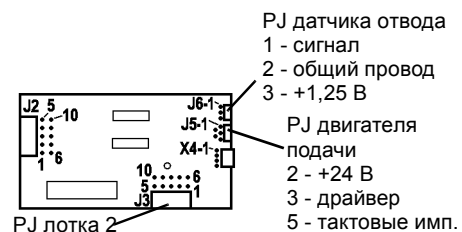

Рисунок 6 PWB управления лотка 1
Измерьте напряжение на контакте J5-3 PWB управления лотка 1 (Рисунок 6).
- Измерьте напряжение на контакте J6-1 PWB управления лотка 1 (Рисунок 6), активируя и деактивируя датчик отвода от лотка 1.
Измерьте напряжение на контакте J6-3 PWB управления лотка 1 (Рисунок 6).